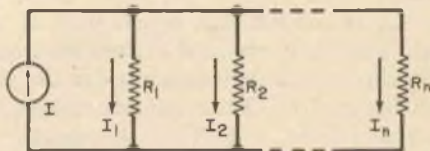

Fig. 19
B) **Partitore di corrente** - Un esempio di partitore di corrente è riportato nella fig. 19. Poiché i resistori sono collegati
**Esempio 18** - Nella fig. 19, supponiamo  $n = 2$ ,  $R_1 = 15 \Omega$  e  $R_2 = 10 \Omega$ , e  $I = 10 \text{ A}$ . Trovare le correnti in  $R_1$  e  $R_2$ . Soluzione:  $I_1 = R_2 I / (R_1 + R_2) = 10 \times 10 / (15 + 10) = 4 \text{ A}$ .  $I_2 = R_1 I / (R_1 + R_2) = 15 \times 10 / (15 + 10) = 6 \text{ A}$ .